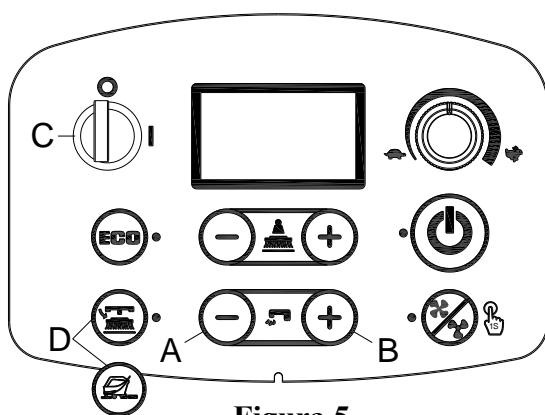
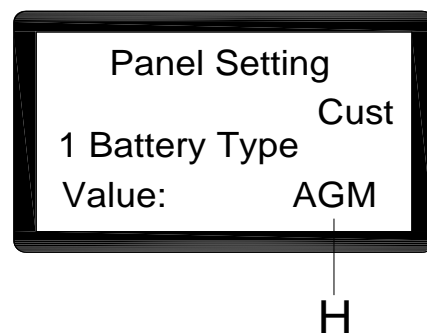

Figura 5
Figura 6
1. Pulse el botón caudal de agua «+» (A, Figura 5) y «-» (B, Figura 5) al mismo tiempo.
2. Introduzca la llave de encendido (C, Figura 5) y colóquelo en la posición "I".
3. Varios segundos más tarde, entre en la pantalla de selección de la modalidad batería (Figura 6)
4. Pulse el botón caudal de agua «-» (A, Figura 5) y «+» (B, Figura 5) para seleccionar la modalidad batería (H, Figura 6)
5. Pulse el botón de desbloqueo para la versión de disco o el botón de preparación del suelo para la versión orbital (D, figura 5), Después de 3 segundos aparece «Actualización OK» esto quiere decir que la actualización ha tenido éxito. (C, Figura 5)